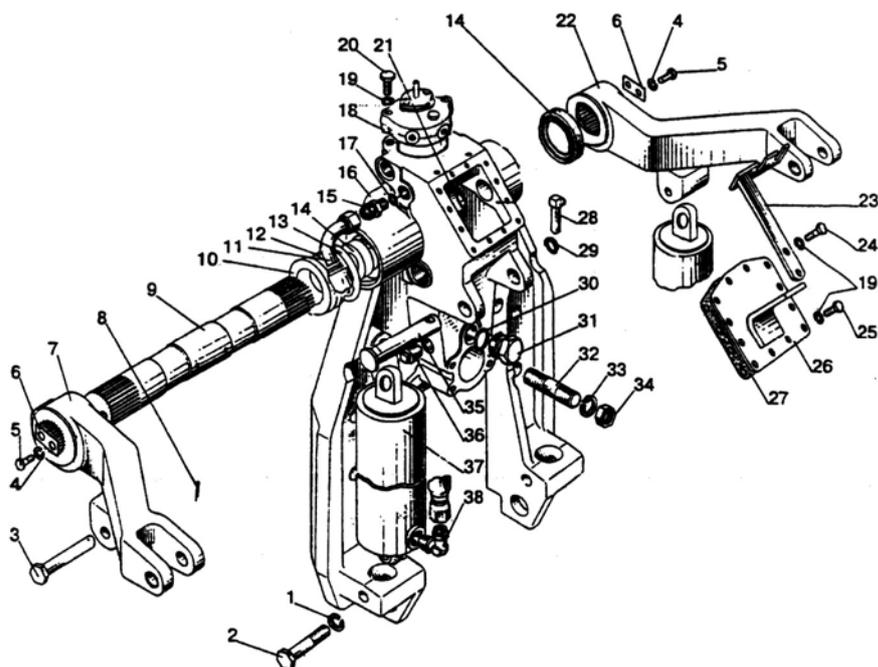

Рисунок 8.9
- 3) вывинтите пробку (36), (**рисунок 8.9**), и слейте масло из корпуса гидроподъемника.
- 4) вывинтите два болта (24) и снимите кронштейн (23).
- 5) вывинтите два болта (20) и демонтируйте распределитель в сборке (18) с помощью монтировки.
- 2) вывинтите болты (25), (**рисунок 8.9**), и снимите крышку (26);
- 2) вывинтите пробку (31), (**рисунок 8.9**);
- 2) вывинтите нижние накидные гайки шлангов (11) (**рисунок 8.9**);
- 3) вывинтите болты (2);
- 4) снимите шплинт (8) и пальцы (3), соединяющие плунжеры цилиндров (37) с рычагами (7), (22);
- 5) демонтируйте гидроцилиндры (37).